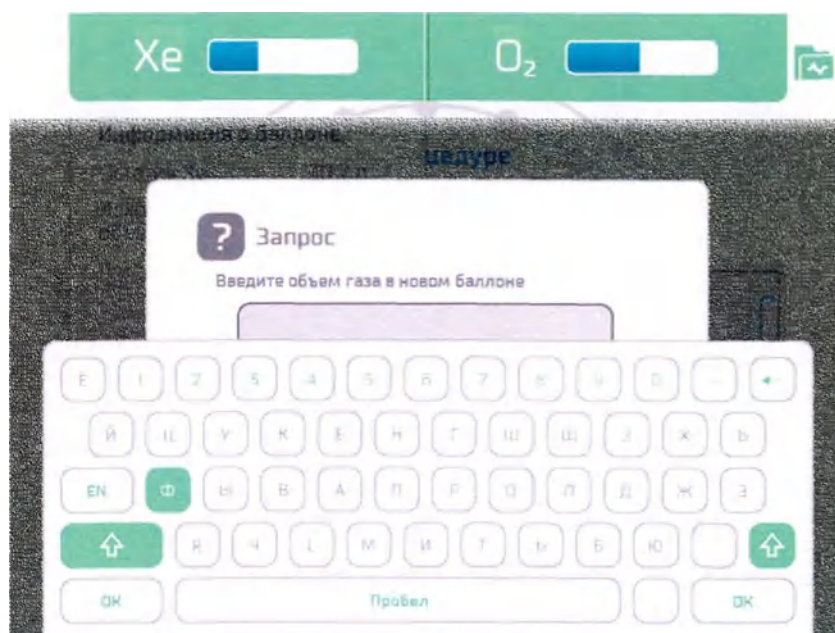

Рис.43 Информация о новом баллоне с ксеноном
- нажать кнопку «Новый баллон». Отобразится окно ввода объема газа в новом баллоне (Рис.43);